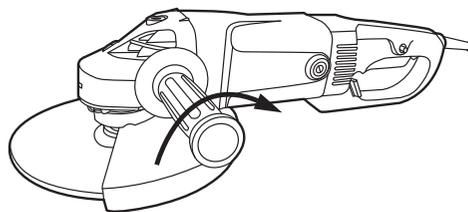

Abb. 12
1. Drehen Sie den Zusatzhandgriff (6) je nach Anwendung rechts, links oder oben in den Anbringungspunkt (13) (Abb. 12).